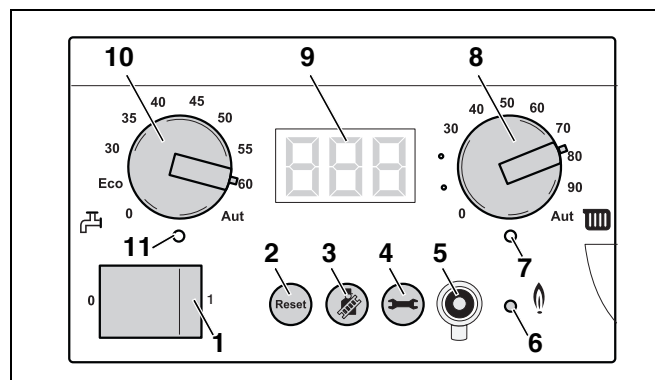

Рис. 55 Главный регулятор BC10
Пусковым выключателем (рис. 55, поз. 1) можно включать и выключать отопительный котел.
В случае неисправности может потребоваться повторный пуск отопительного котла с помощью кнопки "Сброс" (рис. 55, поз. 2).
С помощью кнопки "Трубочист" (рис. 55, поз. 3) можно установить на котле режим теста дымовых газов, сервисный и ручной режим.
В режиме "Трубочист", сервисном и ручном режиме действует максимальная температура воды в системе отопления, которая соответствует установке ручки управления "Максимальная температура воды в системе отопления" (рис. 55, поз. 8) на главном регуляторе BC10.
- Ограничьте максимальную температуру котловой воды с помощью ручки управления "максимальная температура котловой воды" (рис. 55, поз. 8) значением допустимой температуры подающей линии отопительного контура пола (обычно максимум 40 °C).
С помощью кнопки "Индикация состояния" (рис. 55, поз. 4) на дисплее могут быть отображены актуальные значения температуры котловой воды, давления установки и т.д. См. также таб. 18, „Индицируемые значения“, стр. 85", таб. 19, „Индицируемые установки“, стр. 85 и таб. 20, „Индицируемые коды“, стр. 86.